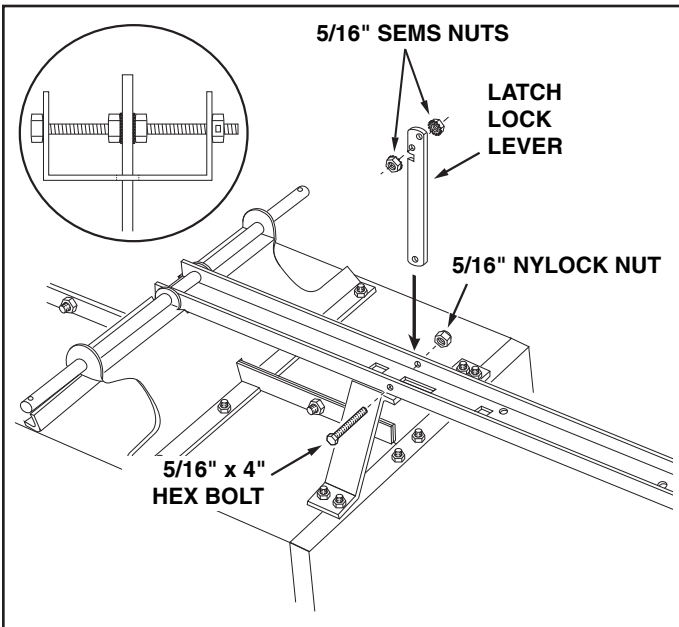

FIGURE 10
15. Place the latch lock lever through the slot in the draw bar tongue as shown in figure 10. Assemble the 5/16" x 4" hex bolt through the tongue, the lever and two 5/16" SEMS nuts (one on each side of the lever). Assemble the 5/16" nylock nut onto the end of the bolt and **tighten** so that the bolt can still rotate freely. **Tighten** the two 5/16" SEMS nuts against the sides of the latch lock lever so that the lever is centered in the slot. See figure 10.
15. Faites passer le loquet de verrouillage dans l'emplacement prévu dans la barre de traction d'attelage comme montré dans la figure 10. Assemblez le boulon hex. 5/16" x 3-3/4" au travers de la barre, le levier loquet et deux contre écrous hex. de 5/16" (un de chaque côté du levier). Montez le **contre-écrou** hex. de 5/16" sur l'extrémité du boulon et **serrez** de telle sorte que le boulon puisse encore pivoter librement. **Serrez** les deux contre écrous hex. de 5/16" contre les côtés du levier loquet de verrouillage de telle sorte que le levier soit centré dans l'emplacement. Voir figure 10.